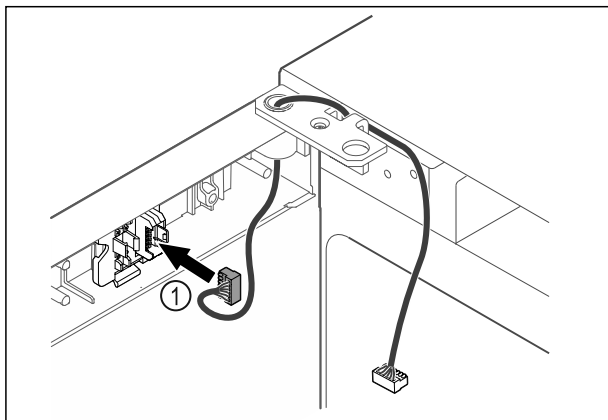

Fig. 43
- ▶ Įkiškite kištuką Fig. 43 [1] į kištuko laikiklį.